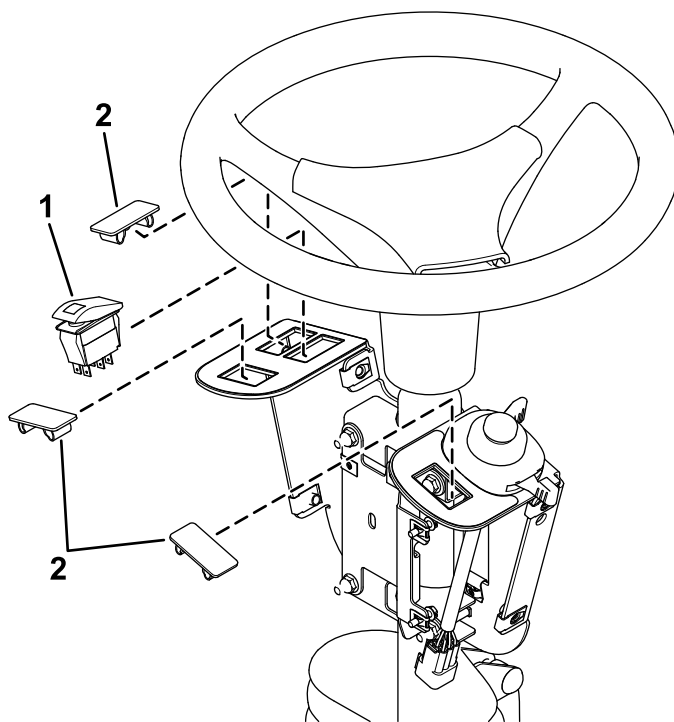

Рисунок 6
3. Установите перекидной переключатель и заглушки отверстий в крепление переключателя (Рисунок 6).